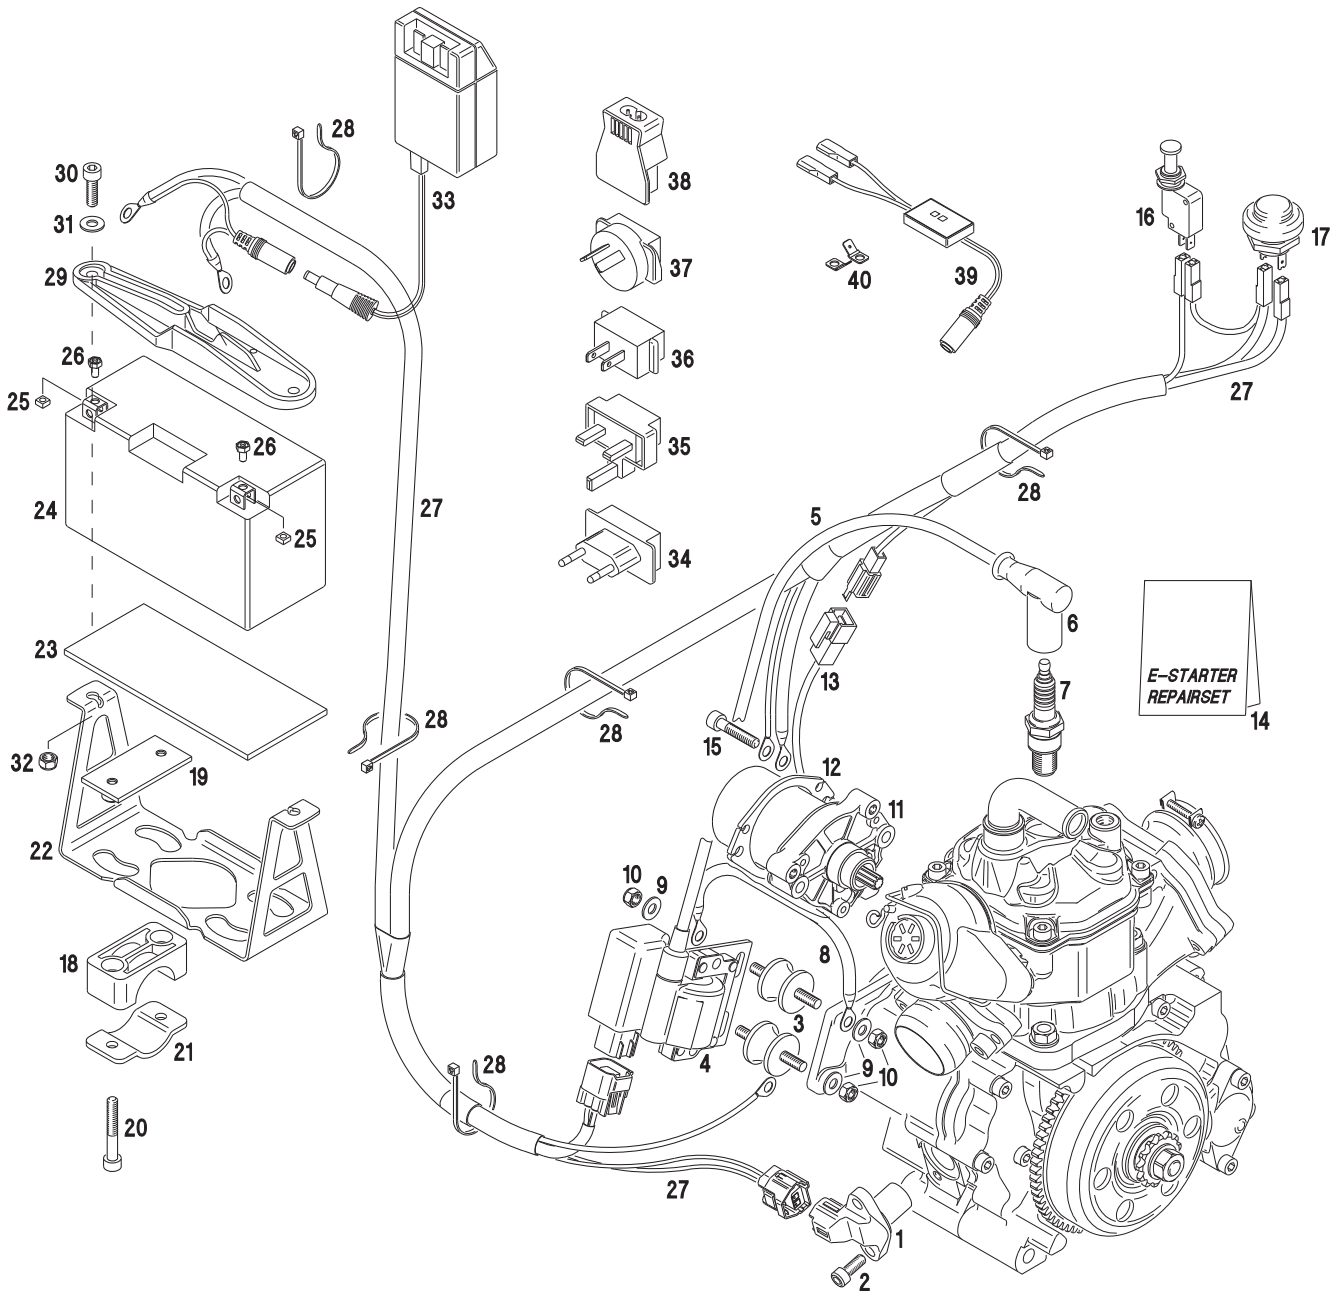

Fig. 5
重量バランスの観点からバッテリーは、シート後方の左側又は、燃料タンクの前に取付けることを推奨します。付属のバッテリーブラケットとその取付具を使用して取付けて下さい。(参照 fig. 5, pos. 20).
- ➔ (22)のバッテリーブラケットを(16,21,20)のパイプクランプを使用してシャーシの適切な位置に取付けます。
- ◆ 注釈: (16)のクランプは、チューブサイズ 32mm のシャーシを想定しております。細いチューブの場合は、当て紙等を使用して下さい。
- 注意: (20)のネジを(16)のクランプに締めすぎないで下さい。クランプが破損する恐れがあります。
→ Fig.5 の様に接続します。
- 6 mm² / S.W.G. 11 の 2 つのケーブルをスタートボタン (17) に繋がします。
- 2 mm² / S.W.G. 16 の 2 つのケーブルを ON/OFF スイッチ (16) に繋がします。
- ➔ Fig.5 の様にギアカバーに点火コイルを取付けます。付属部品 (2x 防振ゴム(3、6)、4x ワッシャー(9)、4x ロックナット(10)) を使用します。